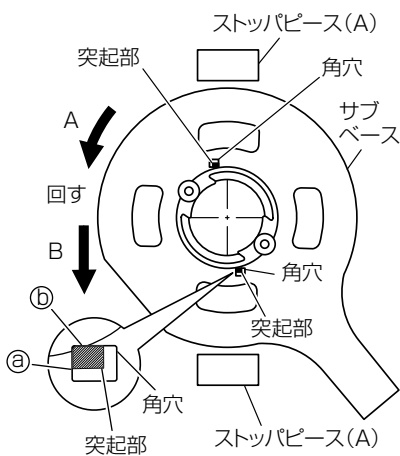

図 10
- (2) テーブルの突起部がサブベースの角穴の中に入るようにルータ本体をテーブルに付けます。(図 10)
- (3) ルータ本体を矢印 A 方向へ回転して、サブベースの角穴 ㊸ 面にテーブルの突起部を当てます。(図 10)
- (4) ルータ本体を矢印 B 方向へ動かし、サブベースの角穴 ㊹ 面にテーブルの突起部を当てます。(図 10)